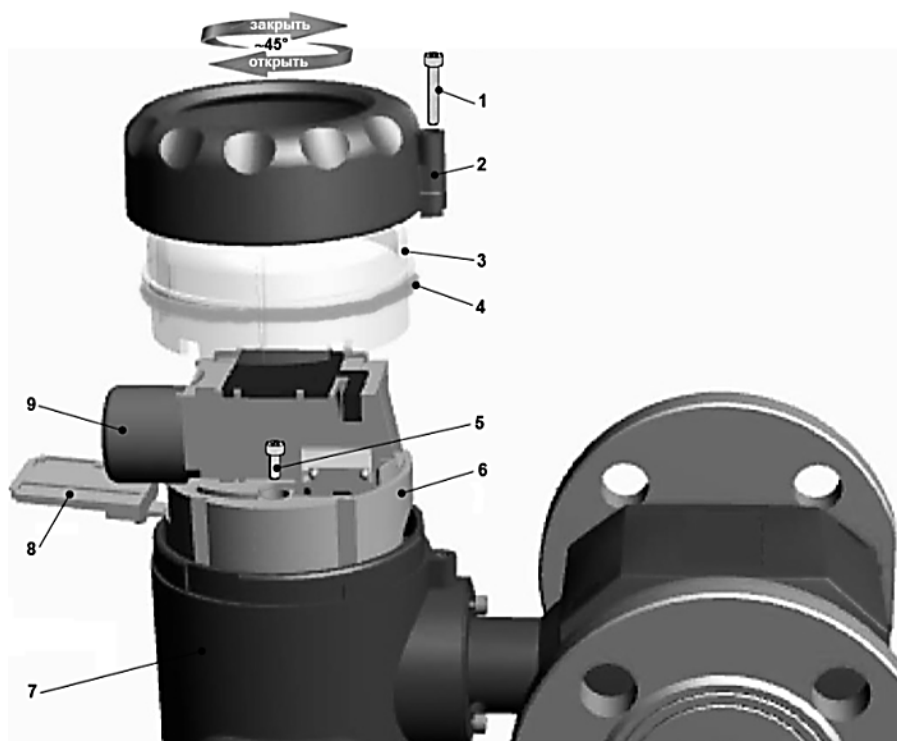

Рис. 5 – Разборка для замены батареи
- 1) Снять пломбу госповерителя на лицевой стороне счетчика, отвинтить винт 1 на лицевой крышке 2 прибора (рис. 5).